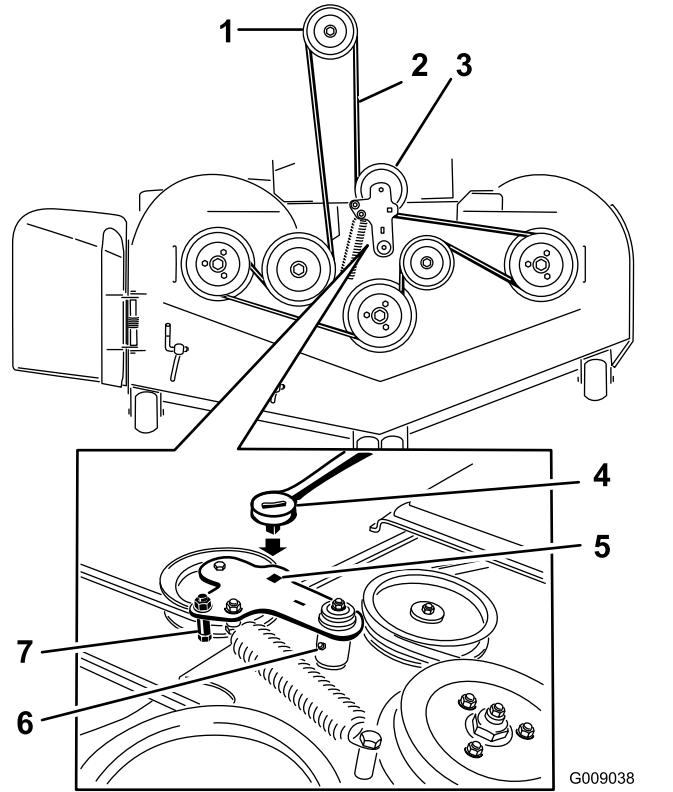

Figura 102
- Levante la chapa de suelo e introduzca una llave dinamométrica en el taladro cuadrado del brazo tensor de la carcasa (Figura 102).
- Gire cuidadosamente el brazo tensor de la carcasa en sentido horario y retire la correa del cortacésped (Figura 102).